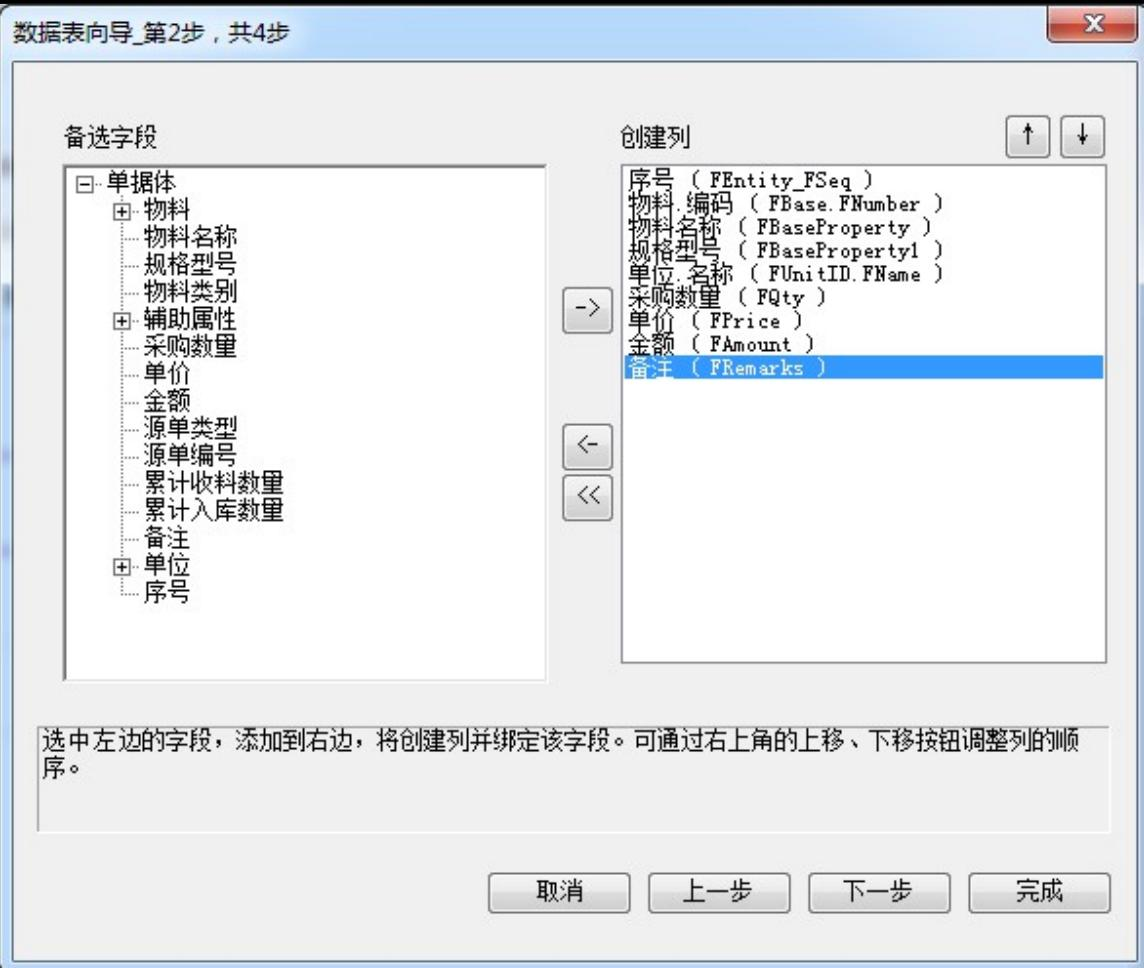

图 6-1-8 数据表格向导第二步
- 8、数据表格向导第二步创建字段列，依次从备选字段中选择数据源，添加至创建列，包括序号、物料.编码、物料名称、规格型号、单位.名称、采购数量、单价、金额、备注，基础资料类字段需要展开，选择对应的属性，如物料，选择物料.编码，点击【下一步】继续，如图6-1-8所示。